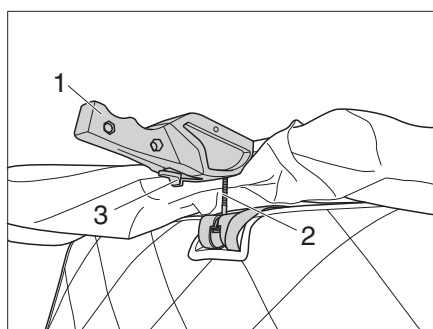

Bild 13 Verriegelung spannen
- ▷ Vor Fahrtbeginn prüfen, ob die Verschlusshebel der Verriegelungen (Bild 13,1) links und rechts korrekt spannen. Bei Bedarf nach Anleitung des Herstellers die Verriegelung einstellen.
- Bolzen (Bild 13,2) in die Verriegelungsaufnahme schieben.
- Verriegelungen (Bild 13,1) links und rechts nach oben drücken.
- Prüfen, ob der Verschlussbolzen (Bild 13,2) kein Spiel aufweist.
- ▷ Sollte der Verschlussbolzen (Bild 13,2) ein zu großes Spiel haben und das Aufstelldach nicht richtig schließen, muss die Verriegelung nachjustiert werden (siehe Kapitel 12.3.2).